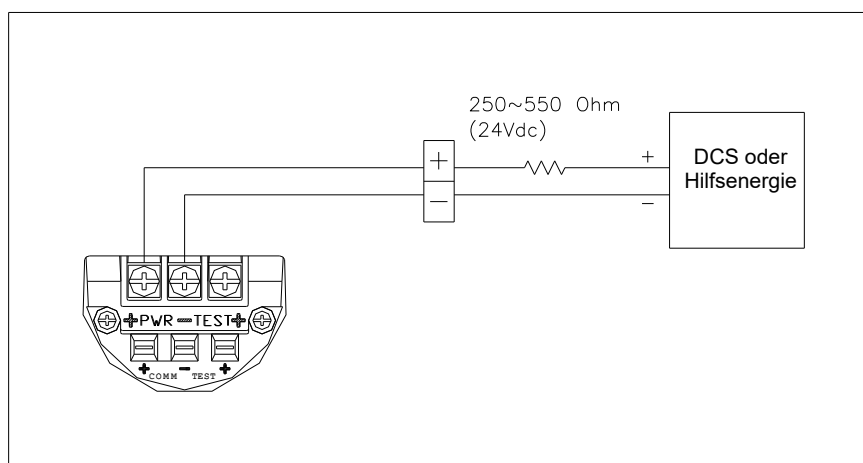

Abbildung 5-2: Anschluss an die Messumformer-Klemmleiste
- (1) Den Gehäusedeckel auf der mit „FIELD TERMINALS“ (Feldanschlussklemmen) markierten Seite entfernen. Es dürfen keine Deckel in einer explosiven Umgebung geöffnet werden, wenn die Schaltung unter Spannung steht.
- (2) Die Hilfsenergie wird an den Klemmen "+PWR" (links) und "-" in der Mitte angeschlossen. Die Hilfsenergie darf nicht an "+" der mit "TEST" gekennzeichneten Klemme angeschlossen werden. Dadurch wird die für den Anschluss "TEST" benötigte Prüfdiode zerstört.
- (3) Nicht verwendete Kabelführungen müssen durch Ex db IIC- und/oder Ex tb IIC-Verschlussstopfen verschlossen werden.
- (4) Die Signalleitung darf nicht zusammen mit Leitung für Wechselspannung oder mit Hochspannungsleitungen verlegt werden. Liegt Erdpotenzial an, wird eine Seite der Signalschleife geerdet, während das andere Ende nicht geerdet wird.
- (5) Zur sicheren Erdung wird die dafür vorgesehene Schraubklemme fest angezogen. Es dürfen keine Wackelkontakte vorhanden sein.
- (6) Die Deckel des Messumformers werden wieder angebracht. Speziell bei Einsatz des Messumformers in einem explosiven Umgebungsbereich sind die Explosionsschutzvorschriften einzuhalten.
- (7) Achtung! Es darf keine Hochspannung (Wechselspannung) an die Messumformeranschlüsse angelegt werden. Das kann Schäden am Messumformer verursachen.
- (8) Es sollen zur Vermeidung externer Stromschläge Überspannungsschutzgeräte verwendet werden.
- (9) Zwecks HART-Kommunikation ist ein Widerstand von 250 ~ 600 Ω (zwischen Hilfsenergie und Messumformer) in die Stromschleife zu schalten. Ein Schema zur Verdrahtung ist in Abbildung 5-2 dargestellt.